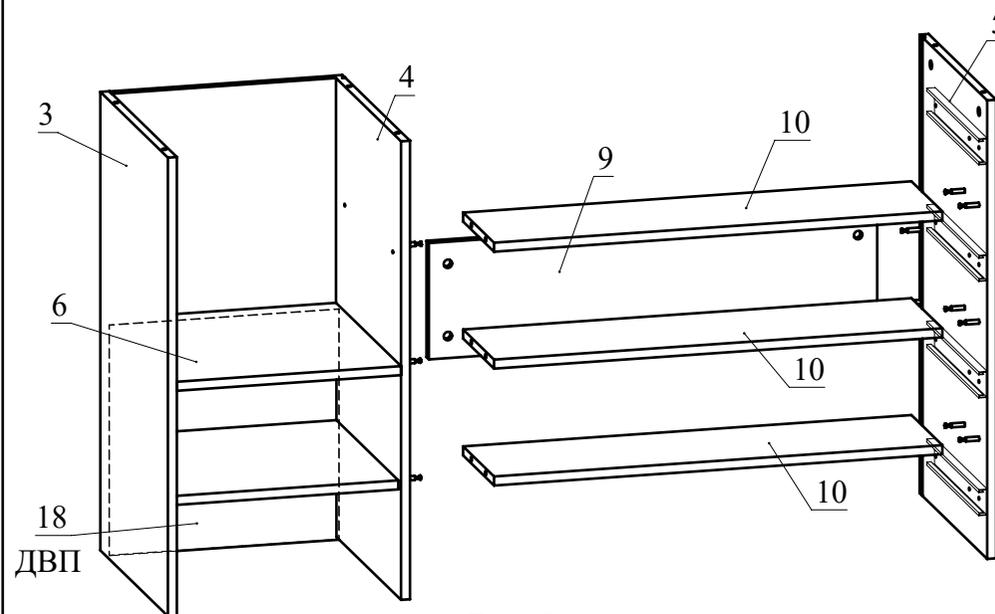

Рис.9
8. Соедините детали согласно схеме (Рис. 9). Вставьте заднюю стенку 18 из ДВП в пазы деталей 3, 4, 6. Зафиксируйте детали, затянув головки минификсов.